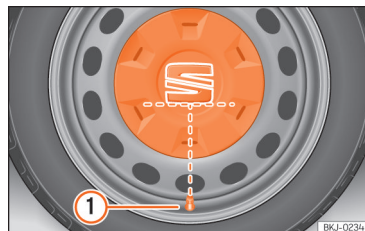

Fig. 186 Colocação correta do tampão central da roda para jantes de aço.
- Coloque o tampão central da roda sobre a jante. A parte inferior da sigla «S» do emblema da SEAT deve coincidir com a válvula de enchimento »» **Fig. 186 ①**.